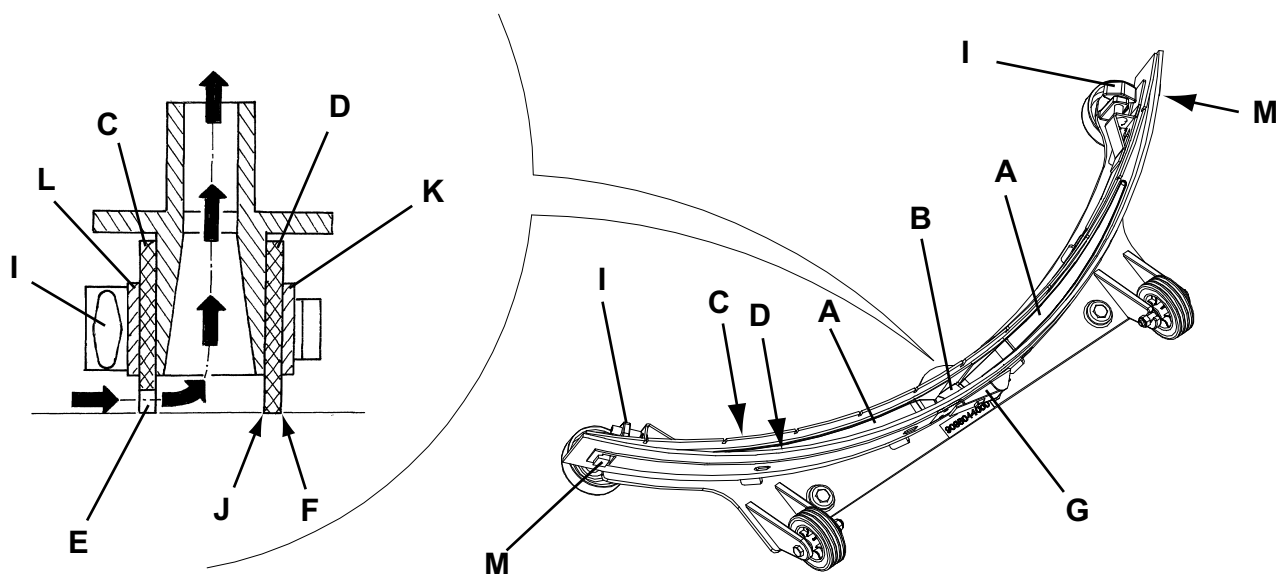

Рис. 5
3. Опустите швабру (25) с помощью рычага (10).
4. Ослабьте маховики (26) и снимите швабру (25).
5. Отсоедините вакуумный шланг (15) от швабры.
6. Вымойте и очистите швабру (рис. 5). В частности, очистите отсеки (А, Рис. 5) и отверстие (В) от грязи и мусора. Проверьте передний скребок (С) и задний скребок (D) на предмет их целостности, отсутствия порезов и разрывов; в случае необходимости замените их (см. порядок действий в следующем разделе).
1. Очистите швабру (рис. 5) как описано в предыдущем абзаце.
2. Проверьте, что кромка (Е, Рис. 5) переднего скребка (С) и кромка (F) заднего скребка (D) установлены на одном и том же уровне по всей длине; иначе отрегулируйте их высоту следующим образом:
- Освободите соединительную тягу (G) и освободите фиксаторы (M) для регулировки заднего скребка (D); затем зацепите фиксаторы и зацепите соединительную тягу.
- Ослабьте маховики (I) и отрегулируйте передний скребок (C); затем затяните маховики.
3. Проверьте передний (C) и задний скребки (D) на целостность, наличие порезов и разрывов; если необходимо замените их, как показано ниже. Проверьте, не изношен ли передний угол (J) заднего скребка; в случае необходимости переверните скребок, чтобы поменять местами изношенный угол с целым. Если и другие углы изношены, замените скребок в следующем порядке:
- Освободите соединительную тягу (G), отцепите фиксатор (M) и снимите фиксирующую полосу (K), затем замените/переверните задний скребок (D).
- Отвинтите маховики (I) и снимите стопорную планку (L), затем замените передний скребок (C).